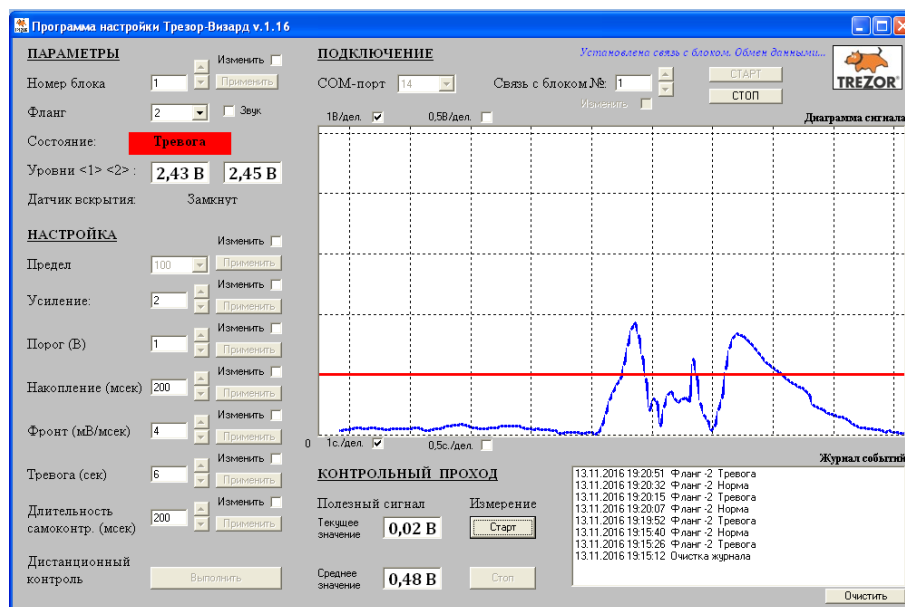

Рис.7
4.2.3.2. «Оператор» нажимает кнопку «Старт» в разделе «Контрольный проход» и дает команду «Нарушителю» начать движение вдоль участка, между приемным и передающим кабелями. В окне «Текущее значение» будет отражаться уровень полезного сигнала. Дойдя до конца участка «Нарушитель» должен развернуться и тем же путем двигаться обратно. В момент, когда «Нарушитель» подошел к началу участка «Оператор» должен нажать кнопку «Стоп». В окне «Среднее значение» появится уровень сигнала, усредненного за все время контрольного прохода рис.7.